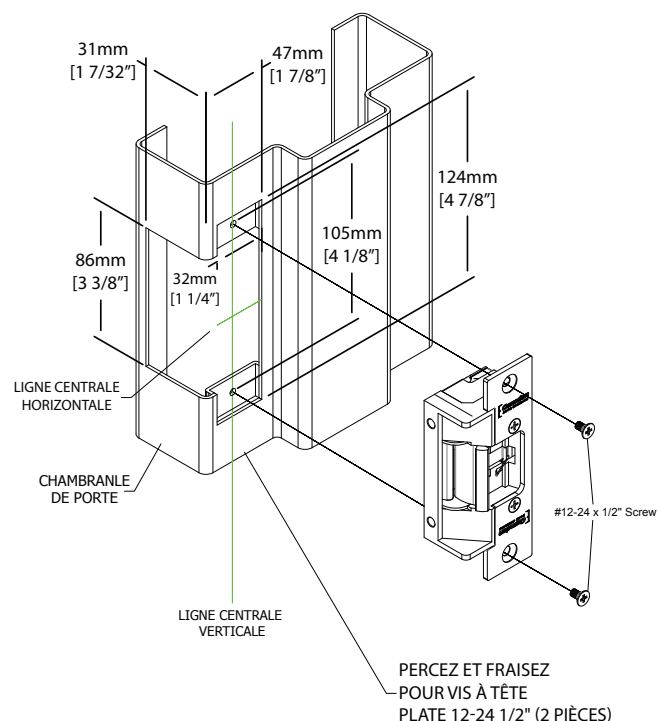

Figure 4.1
- À l'aide d'un ciseau, d'une défonceuse ou d'une scie à chambranle, découpez la mortaise dans le chambranle le long du contour marqué. La taille de la mortaise doit correspondre à la taille de la gâche électrique. Assurez-vous de couper à la profondeur spécifiée dans la figure 4.1.
- Assurez-vous que le chambranle de la porte/portail a une découpe appropriée pour accueillir l'ensemble de la gâche. Si ce n'est pas le cas, reportez-vous à la figure 4.1 et découpez le chambranle si nécessaire.